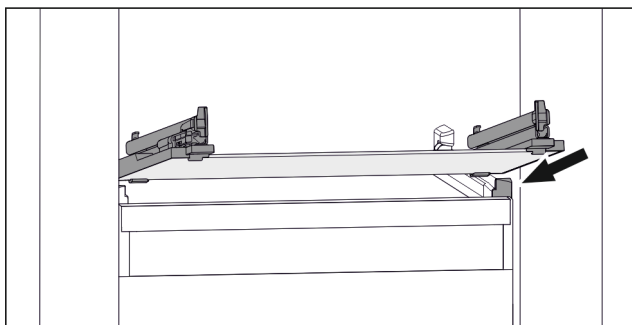

Fig. 95 Příklad znázornění skleněné desky
- ▶ Nasadte skleněnou desku šikmo za zarážku. (viz Fig. 95)